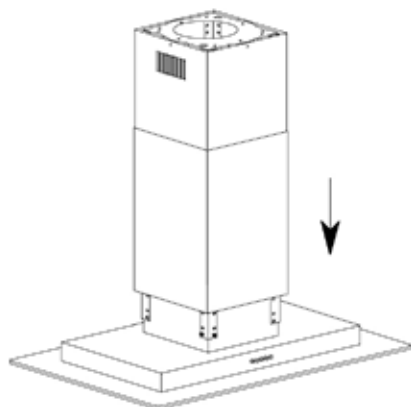

Fig. 21
- Após a fixação da coifa, retirar a presilha que mantém a chaminé inferior unida a superior e baixar a mesma até que encaixe na base do corpo da coifa (fig. 21).